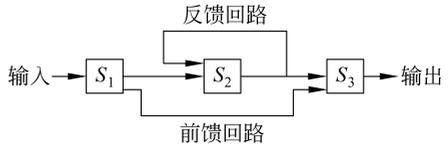

图 3.3 非线性流水线结构
(2) 按是否为线性,可分为两种。
① 线性流水线(linear pipeline) 它是指每个功能模块只有一次数据通过的流水线。
② 非线性流水线(nonlinear pipeline) 它是指某些模块有反馈回路或前馈回路的流水线,如图 3.3 所示。